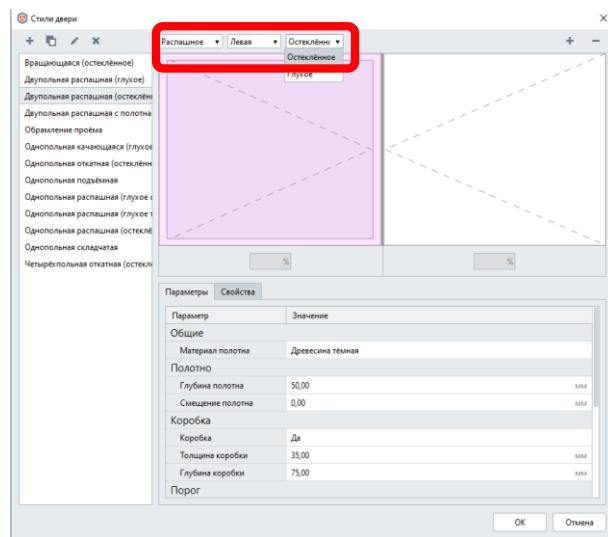

Рис. 2 Создание собственного стиля двери
**распашная (глухое)** и дублируем данный стиль  . Называем новый стиль **Двупольная распашная (остеклённое)**. Далее щелкаем по левому полотну и выставляем следующие параметры (рис. 2). Для правого полотна делаем тоже самое, только меняем «левая» на «правая»